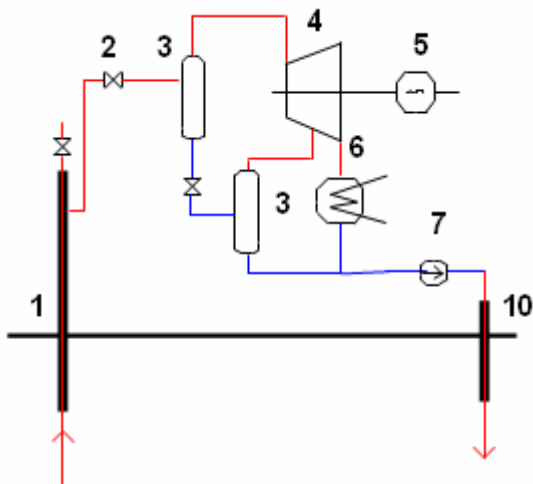

Figura 5.8
- cu apă supraîncălzită, cu două trepte de destindere și instalație de termoficare, figura 5.8 ;